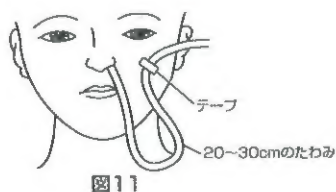

図11
18. 腸管内に留置されたバルーンが腸の蠕動運動により肛門側へと進み、イレウス（閉塞）部位まで本品の先端部が誘導される。なおチューブは蠕動運動により進むため、チューブは顔面に固定しないこと。もし固定が必要な場合は鼻腔から20～30cm程度のたわみを持たせて固定する（図11）。